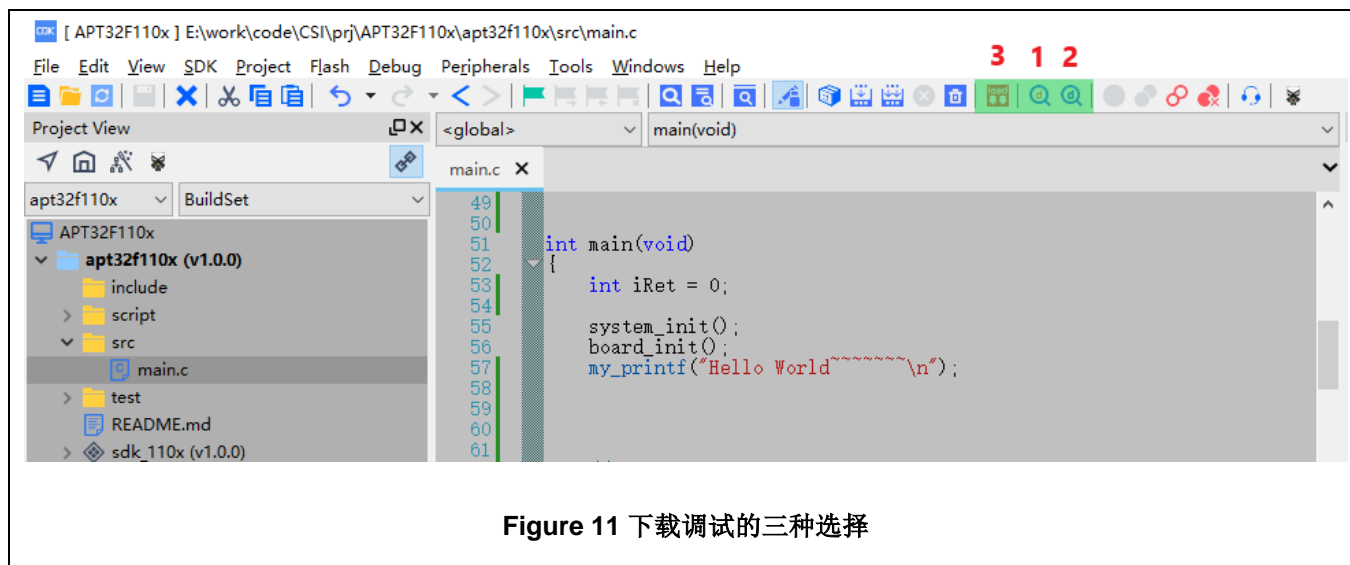

Figure 11 下载调试的三种选择
2. 真实的串口输出，使用真实的硬件串口。使用时需要确保全局宏DBG\_PRINT2PC=1（见Figure11）存在。调试串口数据格式固定为数据位8位，停止位1位，不校验。默认使用UART2，PA111（TXD）和PA112（RXD）。注意查看MCU 型号是否有UART2外设。UART口及对应的管脚资源可改。如果要调整串口资源，需要在board\_config.h中更改相应的宏，并调整硬件连接。